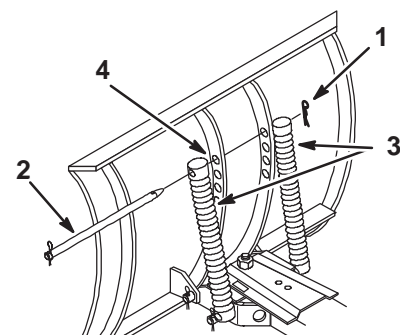

Bild 19
Die Auslösefedern des Schneeräumschildes können in vier Stellungen montiert werden. Das oberste Loch ergibt den größten Schürfdruck und das unterste Loch ergibt den niedrigsten Druck (Bild 19).
1. Entfernen Sie den Splint und schieben Sie die Stange vom Schneeräumschild und den Federn herunter (Bild 19).
2. Schieben Sie die Stange durch die Federn und in die neue Lochposition am Schneeräumschild (Bild 19).